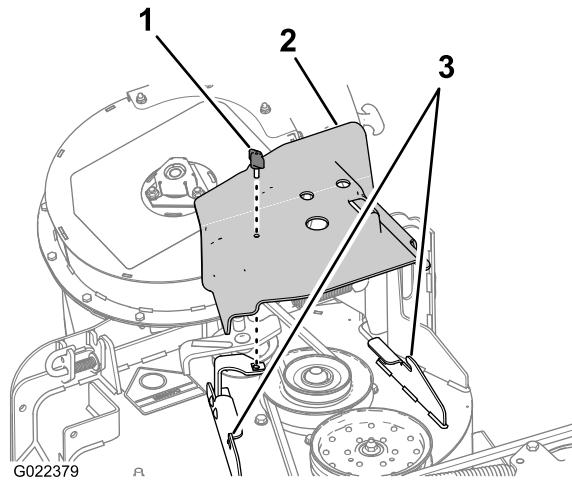

Figura 4
1. Retire el tornillo de mariposa que sujetla la cubierta de la correa (Figura 4).
2. Mueva la cubierta hacia fuera hasta que el borde de la cubierta se libere de los ganchos de las pestanas de la carcasa (Figura 4).